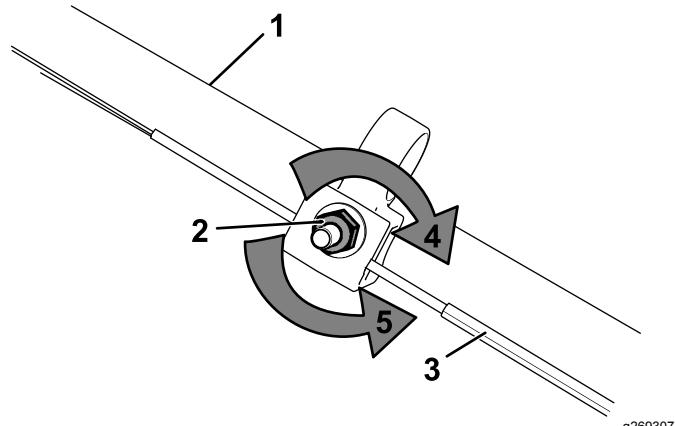

Figure 34
- Tournez l'écrou de réglage dans le sens antihoraire pour desserrer le réglage du câble (Figure 34).
- Ajustez la tension du câble (Figure 34) en le tirant en arrière ou en le poussant en avant puis en le maintenant à cette position.